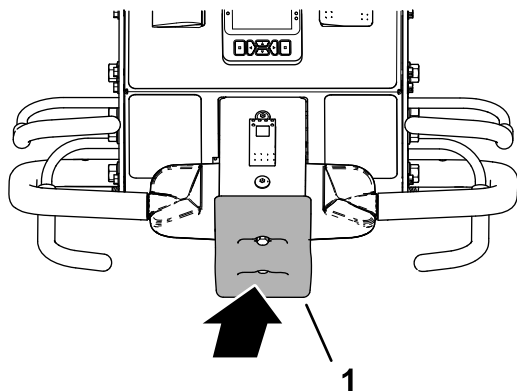

図 36
2. オペレータベイルと走行コントロールを保持したまま、バンプストップスイッチに触る 図 36。